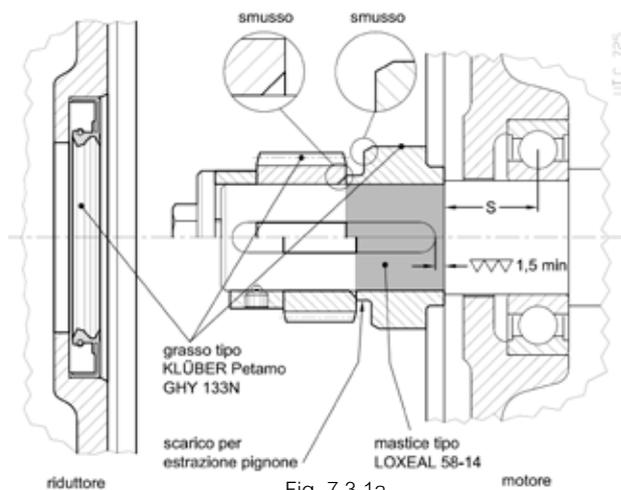

Fig. 7.3.1a
- d) **il sistema di fissaggio assiale** ove previsto (vite autobloccante in testa con fondello e distanziale o collare con uno o più grani, fig. 7.3.1a); per i casi previsti **senza fissaggio assiale** (fig. 7.3.1b), cospargere di **mastice tipo LOXEAL 58-14** anche la porzione di albero motore sottostante il **pignone**;